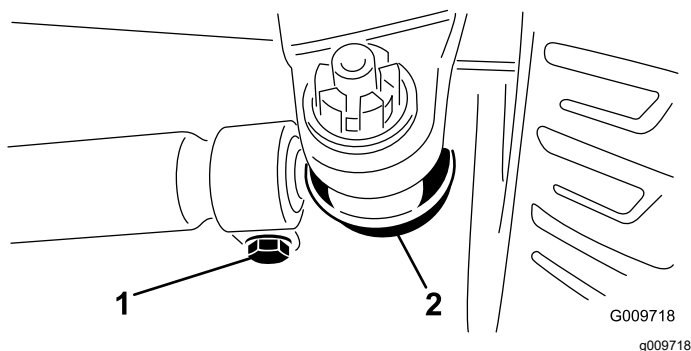

Figura 73
2. Per regolare la convergenza, togliete la coppiglia e il dado da uno dei giunti a sfera del tirante (Figura 73).
4. Allentate i fermi su entrambe le estremità dei tiranti (Figura 73).